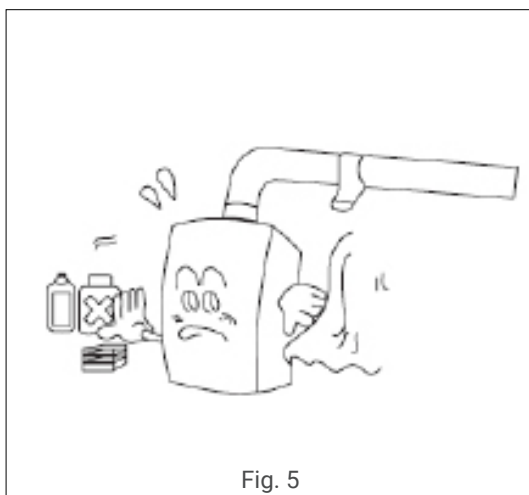

Fig. 5
- No instale el calentador en lugares donde se utilicen productos químicos especiales, como lavanderías o fábricas, etc., de lo contrario puede causar corrosión, acortando la vida útil del aparato o impidiendo su funcionamiento normal. (Fig. 5).